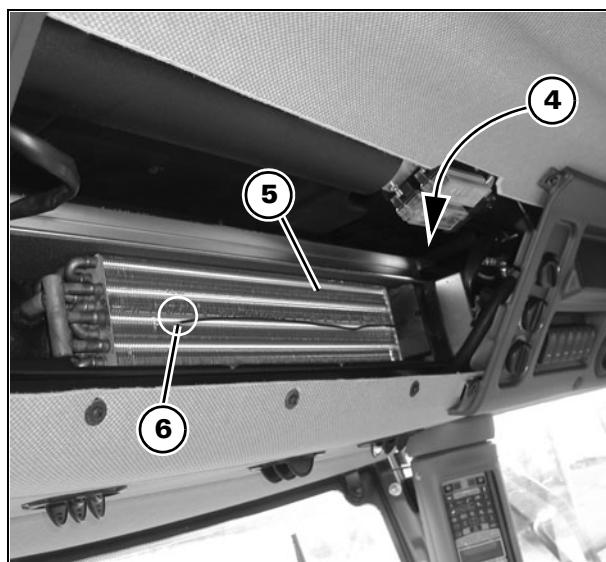

Рис. 67
Для правильной работы системы важно, чтобы щуп расширительного клапана (6) был установлен в испаритель в области, показанной на Рис. 67.